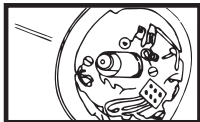

FIG. 23
4. Pour installer correctement le circlip du coussinet supérieur, glisser un tube d'acier de 4 cm (1 5/8 po) d'un diamètre de 2,2 cm (7/8 po) sur l'arbre, contre le circlip (voir figure 23).